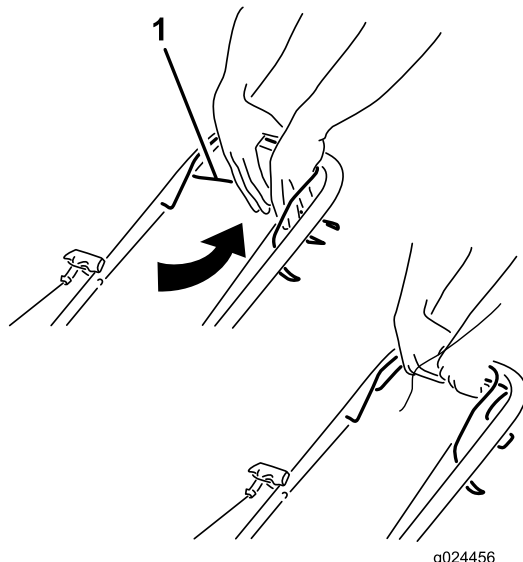

Figura 16
- **Per inserire la trazione automatica:** tenete premuta la barra della trazione automatica contro la stegola (Figura 16).